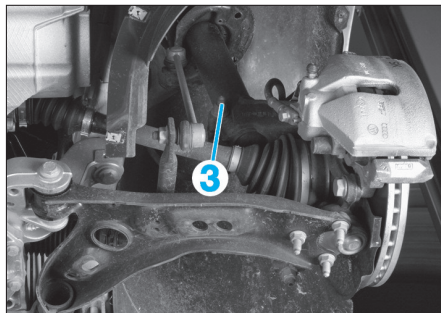

Fig. 7
- Desserrer la vis de fixation inférieure (3) de l'élément de suspension sur le pivot (Fig.7).